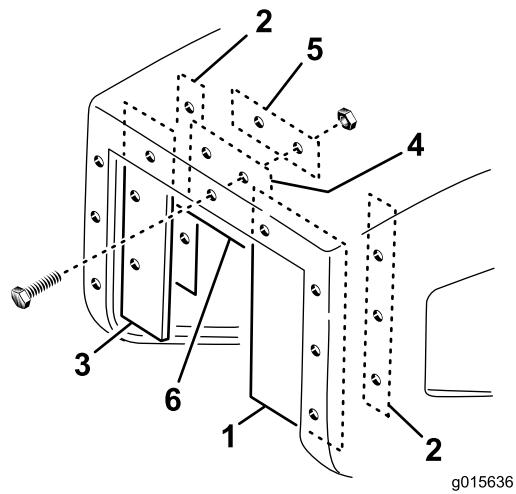

Figure 23
1. Fixez le déflecteur large sur le rebord intérieur droit de l'ouverture de la trémie à l'aide d'une longue plaquette, de 3 vis (n° 10 x 1 po) et 3 écrous à embase (n° 10), comme montré à la Figure 23.
2. Fixez le déflecteur étroit sur le rebord intérieur gauche de l'ouverture de la trémie à l'aide d'une longue plaquette, de 3 vis (n° 10 x 1 po) et 3 écrous à embase (n° 10), comme montré à la Figure 23.
4. Fixez le déflecteur supérieur sur le rebord intérieur supérieur de l'ouverture de la trémie à l'aide d'une plaquette courte, de 2 vis (n° 10 x 1 po) et 2 écrous à embase (n° 10-24), comme montré à la Figure 23.